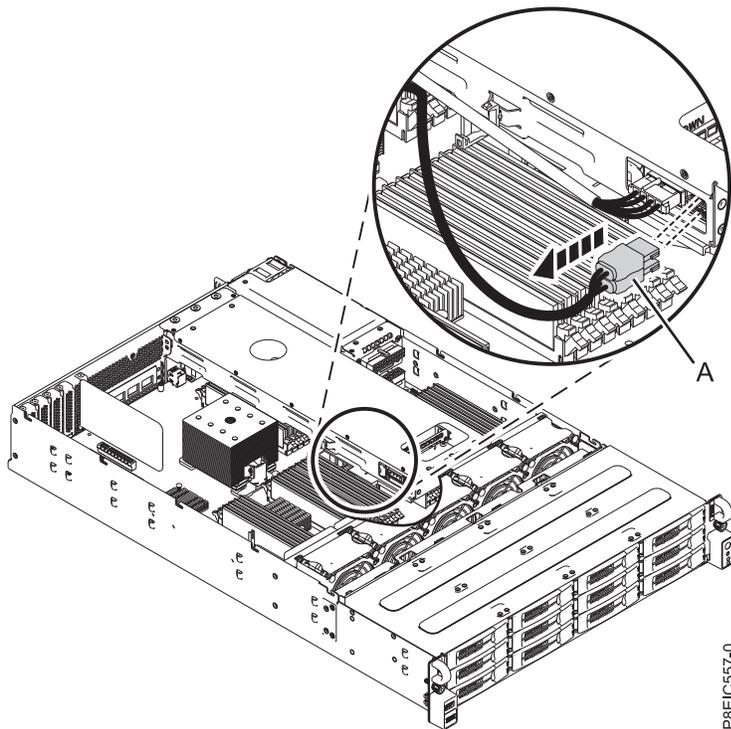

Figura 39. Desconexión del cable de señal de la unidad de conjunto de bandejas de unidad posterior
3. Desconecte y extraiga el cable de señal de la unidad (A) de conjunto de bandejas de unidad posterior, tal como se muestra en Figura 39.